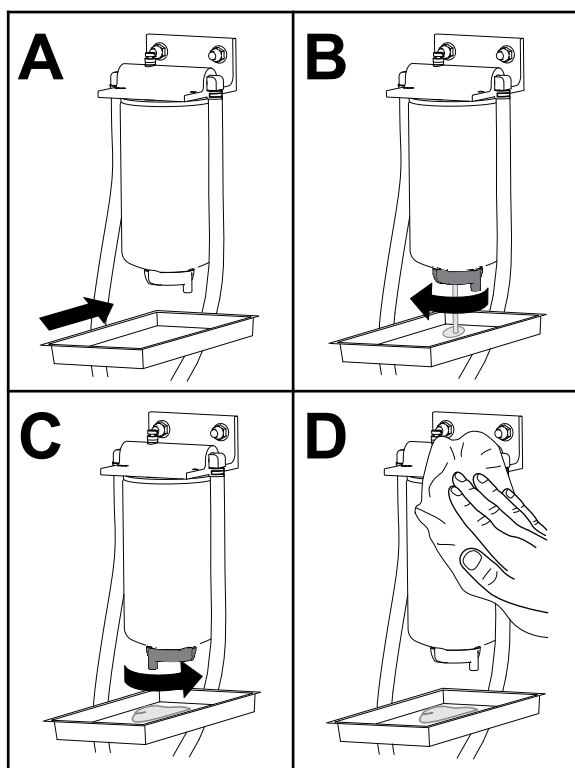

Figure 99
1. Faites l'entretien du séparateur carburant-eau comme montré à la Figure 99.